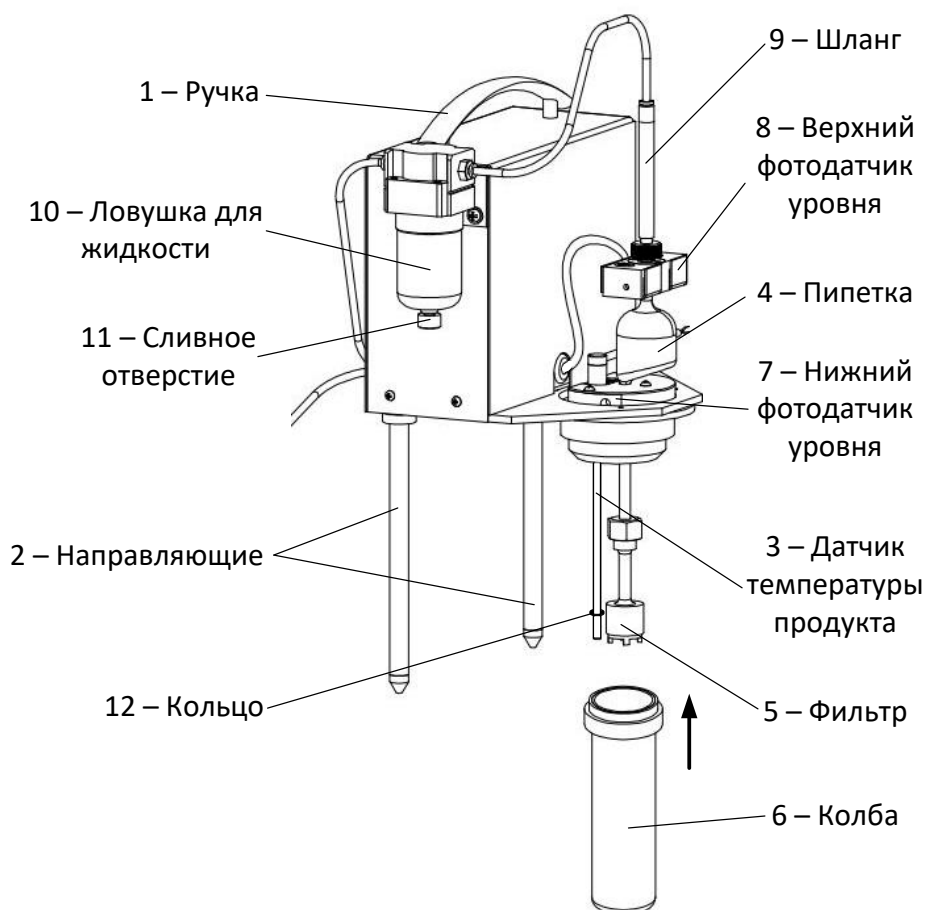

Рисунок 3 – Блок технологический
Блок технологический (рисунок 3) состоит из ручки 1, направляющих 2, датчика температуры продукта 3 с кольцом 12, пипетки 4, фильтра 5, колбы 6, нижнего фотодатчика уровня 7, верхнего фотодатчика уровня 8, шланга 9, ловушки для жидкости 10, сливного отверстия 11.
1. Если во время промывки жидкость попадает в ловушку для жидкости (рисунок 3), то необходимо немедленно закончить промывку.
2. Перед проведением испытания, промывкой, тестом датчика давления или сушкой убедиться в отсутствии жидкости в ловушке для жидкости (рисунок 3). Сливное отверстие должно быть закрыто.